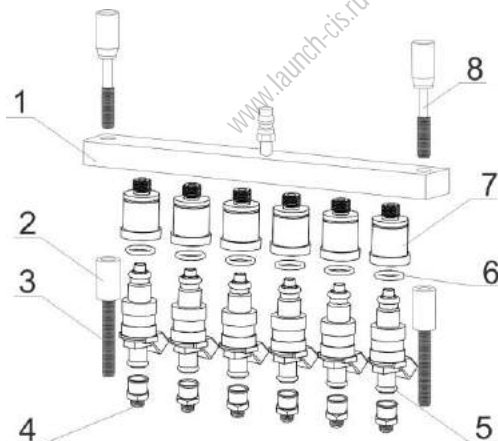

Рис. 5.6
- 1) Выберите адаптер обратной промывки (7) и соответствующее уплотнительное кольцо на хвостовик.
- 2) Вставьте внутрь адаптера обратной промывки уплотнительное кольцо диаметром Ф16.2 (6)
- 4) Входной штуцер установите в соответствующий адаптер верхней подачи (4).
- 5) Установите топливный распределитель с форсунками в соответствующие отверстия над мерными колбами. Равномерно затените прижимные винты (8) для крепления топливного распределителя, как показано на рис. 5.6.